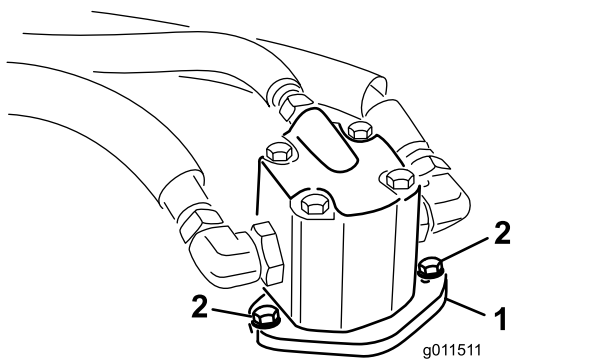

Bild 98
4. Entfernen Sie die Schrauben, mit denen der Hydraulikmotor am Mähwerk befestigt ist (Bild 98).